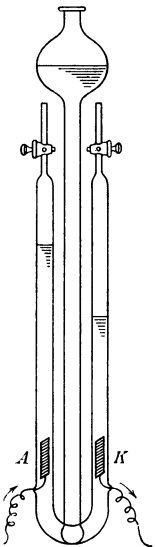

Abb. 42.
3. Das Mengenverhältnis der beiden Elemente des Wassers wird auch durch seine Zerlegung mittels des elektrischen Stromes in dem durch Abb. 42 dargestellten Apparat veranschaulicht.